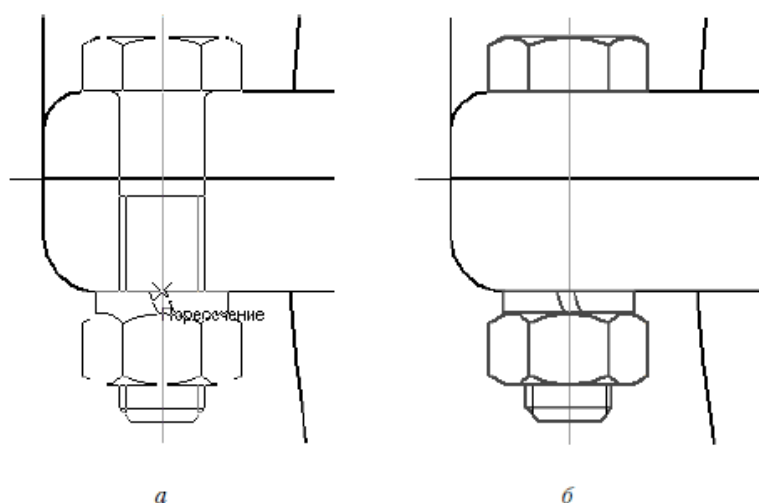

Рис. 2.120. Крепежный элемент: размещение фантома на чертеже (а), зафиксированный элемент (б)
5. Нажмите ОК, чтобы начать вставку. При этом помещаемый крепежный элемент свободно перемещается по чертежу и отрисовывается фантомом (напомню, фантом – это временное изображение объекта тонкими линиями в серых тонах). Щелкните кнопкой мыши на точке пересечения крайней левой вспомогательной прямой и верхней границы фланца крышки редуктора. После фиксации головки болта крепежного пакета отрегулируйте его длину (она свободно изменяется), зафиксировав вторую точку на той же вертикальной прямой, но на нижней границе фланца корпуса (рис. 2.120, а). Обратите внимание: несмотря на то что в фантоме крепежного элемента болт был отрисован полностью, после окончательной фиксации пакета в чертеже средний участок его пропадает (не изображается), как и было указано в окне настроек библиотеки (рис. 2.120, б).